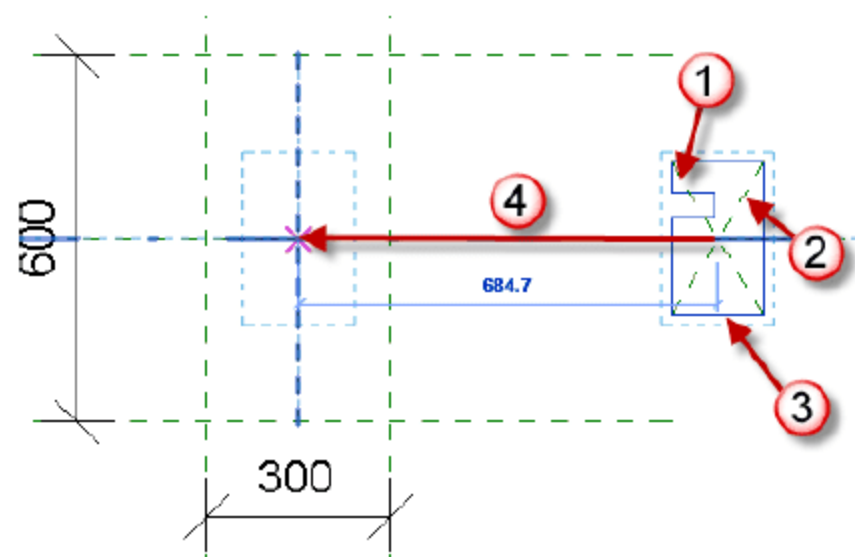

图 12.1.8 移动 CAD 底图
(7) 移动 CAD 底图。按快捷键 R+P 作辅助线找到天窗基座截面的几何中心，然后选择 CAD 图，按快捷键 M+V，将其移动到相应位置，如图 12.1.8 所示。